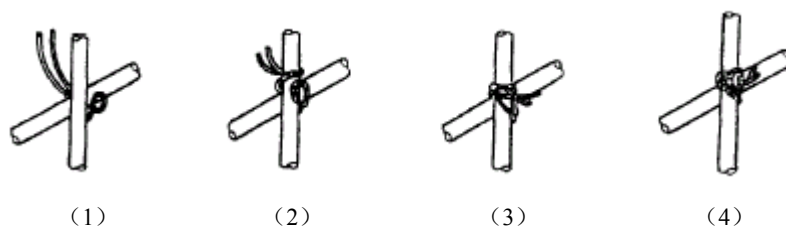

图 3.2.1 缠扣绑扎顺序
3.2.1.4 绑箍筋: 按已划好的箍筋位置线, 将已套好的箍筋往上移动, 由上往下绑扎, 宜采用缠扣 (见图 3.2.1) 绑扎; 箍筋与主筋要垂直, 箍筋转角处与主筋交点均要绑扎, 主筋与箍筋非转角部分的相交点成梅花交错绑扎; 箍筋的弯钩叠合处应沿柱子竖筋交错布置, 并绑扎牢固; 对于一般结构箍筋弯钩的弯折角度不应小于 90° , 平直部分长度不小于 $5d$ (d 为箍筋直径); 有抗震要求的地区, 柱箍筋端头应弯成 135° , 平直部分长度不小于 $10d$ (d 为箍筋直径), 如箍筋采用 90° 搭接, 搭接处应焊接, 焊缝长度单面焊缝不小于 $5d$; 柱上下两端箍筋应加密, 加密区长度及加密区内箍筋间距应符合设计图纸要求; 如设计要求箍筋设拉筋时, 拉筋应钩住立筋及箍筋; 柱筋保护层厚度应符合规范要求, 主筋外皮为 25mm , 垫块应绑在柱竖筋外皮上, 间距一般 1000mm , (或用塑料卡卡在外竖筋上) 以保证主筋保护层厚度准确。当柱截面尺寸有变化时, 柱应在板内弯折, 弯后的尺寸要符合设计要求。